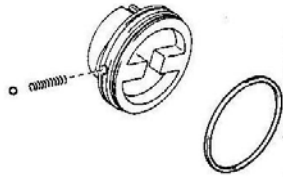

Рис. 4-8.
- Установите уплотнительное кольцо, пружину и шарик в блокиратор (рис. 4-8.).